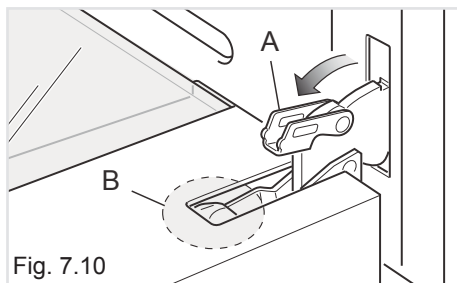

Fig. 7.10
- Ouvrez entièrement le levier "A" sur les charnières de gauche et de droite (fig. 7.10).
- Refermez doucement la porte jusqu'à ce que les leviers "A" des charnières gauche et droite s'accrochent sur la partie "B" de la porte (fig. 7.10, 7.11).